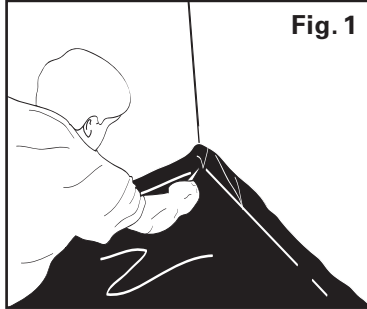

Fig. 1
2. Start in the corner of the room, and roll out/unfold the moisture barrier. Cut the film about 2 inches longer than the room length on each end. Run the film 2 inches up on each wall or any obstructions (see Fig. 1). This 2-inch perimeter running up the walls provide a moisture-proof enclosure for the flooring.
2. Commencez dans le coin de la pièce et déroulez/déployez la barrière d'humidité. Coupez le film d'environ 2 pouces de plus que la longueur de la pièce à chaque extrémité. Passez le film 2 pouces vers le haut sur chaque mur ou toute obstruction (voir Fig. 1). Ce périmètre de 2- pouces le long des murs fournit une enceinte étanche à l'humidité pour le revêtement de sol.
2. Comience en la esquina de la habitación y desenrolle hacia afuera la barrera contra la humedad. Corte la lámina unos 5 mm (2 pulgadas) más largo que el largo de la habitación en cada extremo. Deje unos 5 cm (2 pulgadas) hacia arriba de cada pared o de cualquier obstrucción (ver la Fig. 1). El perímetro de 5 cm (2 pulgadas) que ha dejado hacia arriba de las paredes proporciona una protección contra la humedad para el piso.